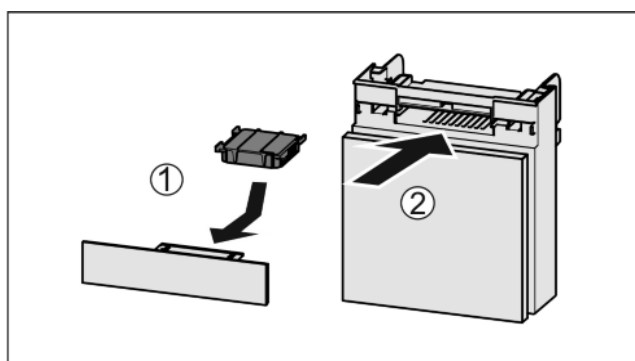

Fig. 52
- ▶ Introduzca el compartimiento Fig. 52 (2).